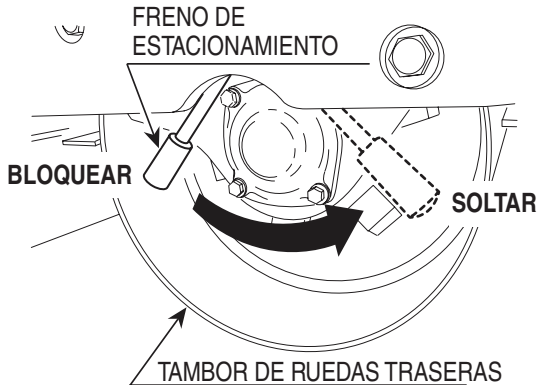

Figura 14. Freno de estacionamiento
- Antes de iniciar el desplazamiento, asegúrese de soltar el freno de estacionamiento (Figura 14).